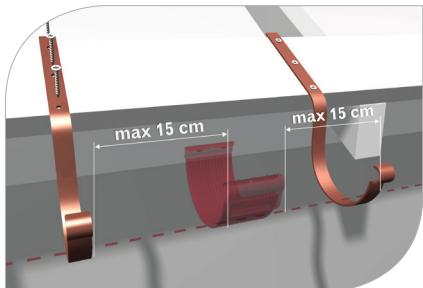

рис. 3
- 1.7 При наличии в системе воронок, соединителей и углов кронштейны следует монтировать максимум на расстоянии 15 см от указанных элементов (**рис. 3**).